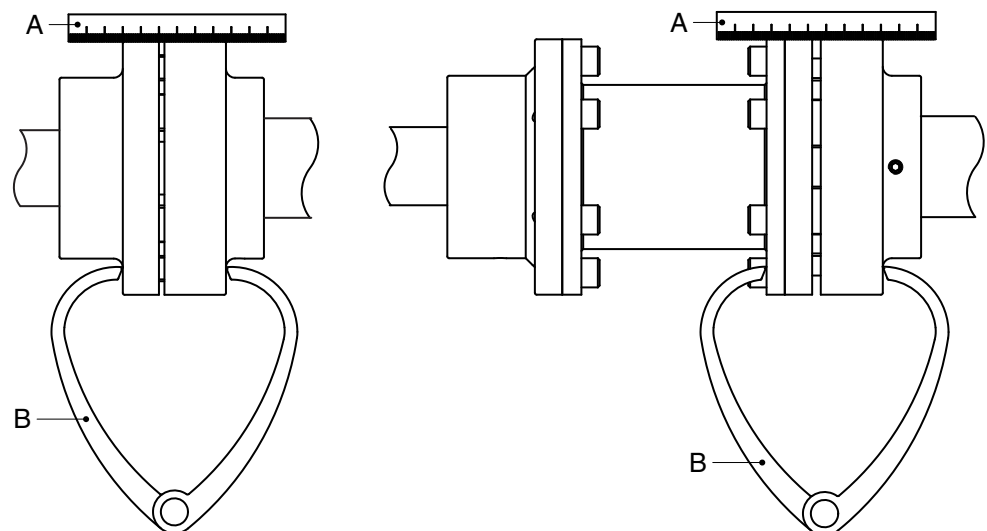

图 3: 使用一把尺子和一对外部卡尺将联轴器对齐。
- 1 在联轴器上放置一把尺子 (A)。根据需要放置或移除尽可能多的垫片，使电机达到正确高度，从而使直边整个长度接触联轴器的两半部分，请参阅图 3。
- 3 使用一对外部卡尺 (B) 在位于联轴器两半部分侧部的两个直径对点再次检查对齐情况，请参阅图 3。